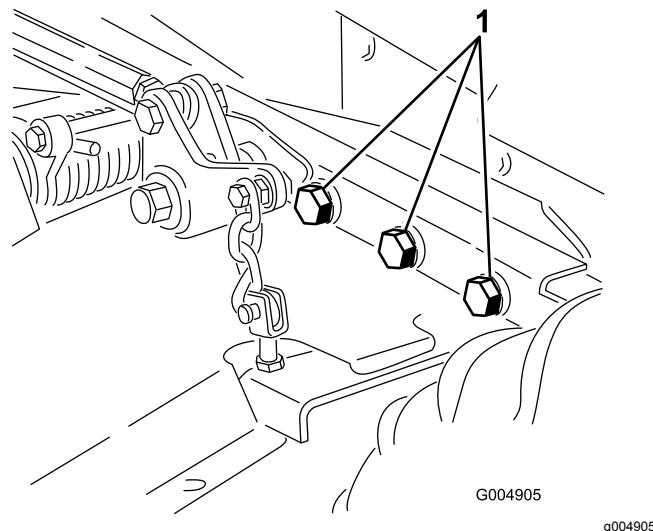

Figura 59
5. Verifique todos os dispositivos de fixação para ver se estão soltos e aperte-os conforme necessário. Aperte os 6 parafusos que prendem a estrutura da plataforma do cortador à unidade de tração (**Figura 59**) com 359 N·m.